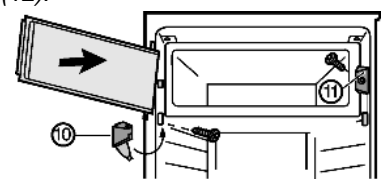

Fig. 7*
- ▶ Установите запирающий элемент Fig. 7 (11).*
- ▶ Установите кронштейн Fig. 7 (10) и примкните крышку.*